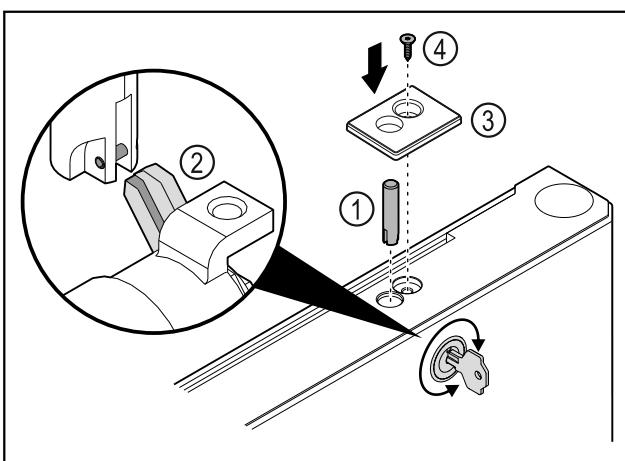

Fig. 47
- Вставьте запорный палец Fig. 47 (1).
- Слегка поверните замок, чтобы запорный палец Fig. 47 (2) защелкнулся в пазу замка.
- Установите крышку Fig. 47 (3).
- Вставьте винт Fig. 47 (4).